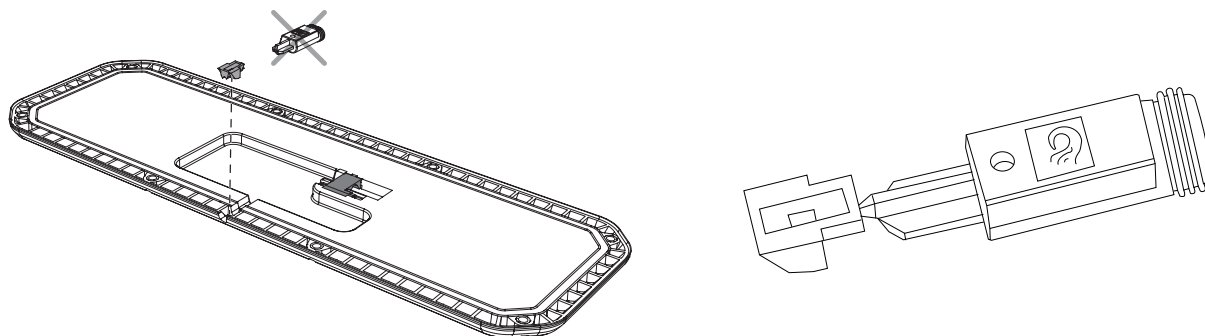

Bild 44. Montering av plugg för tätning av UCU.
4. Bryt försiktigt loss den yttre delen av pluggen och montera i urtaget. Se Bild 44.